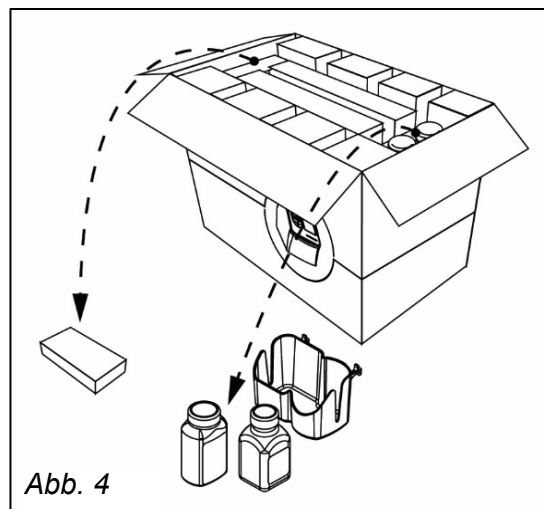

Abb. 4
2.2.2. Entfernen Sie das Netzteil und legen Sie es beiseite (Abb. 4)
2.2.3. Entfernen Sie die miniiWASH- und miniiWASTE-Flaschen und die Flaschenablage und legen Sie sie beiseite (Abb. 4)